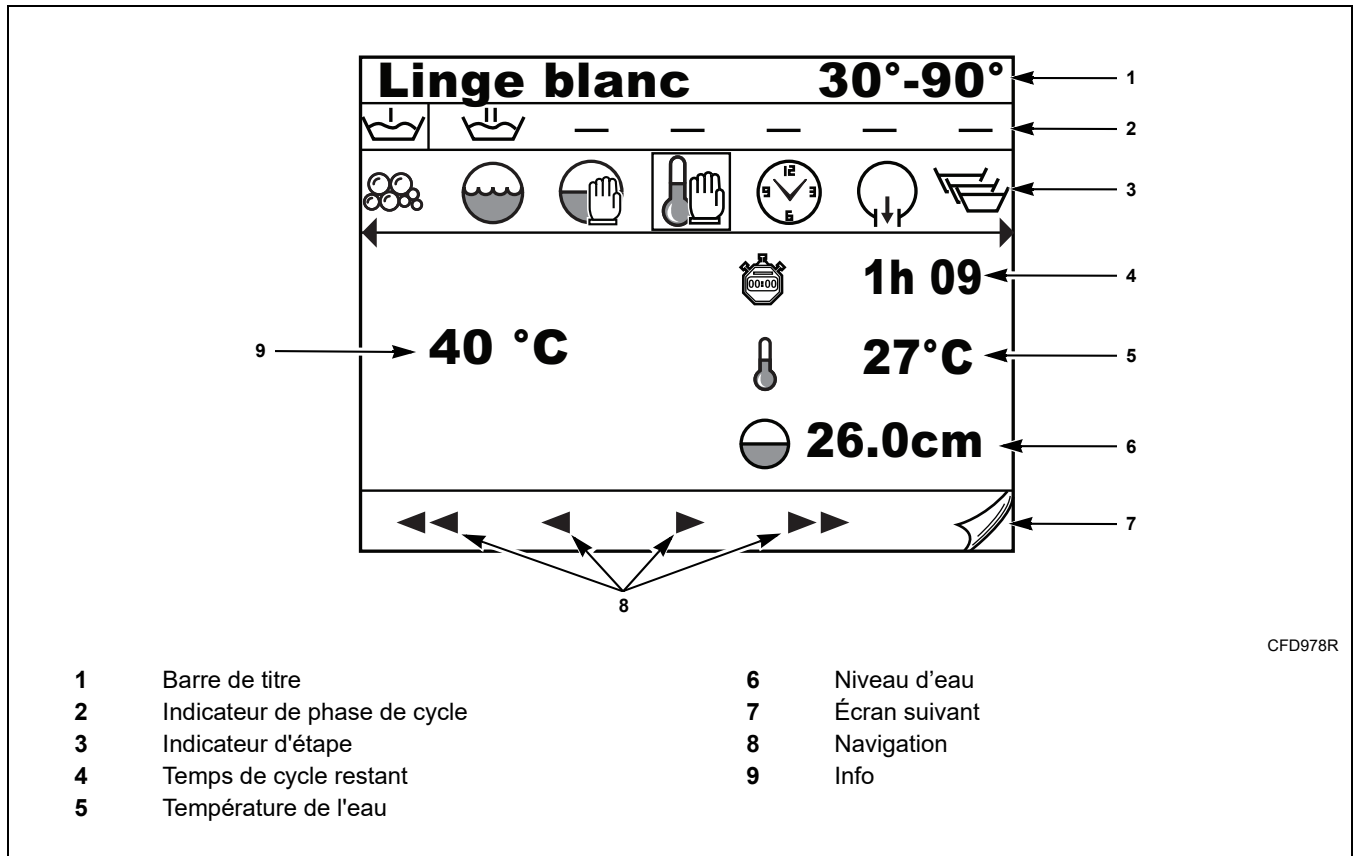

Figure 2
### Barre de titre (se reporter à la Figure 2, élément 1)
### Indicateur de phase de cycle (se reporter à la Figure 2, élément 2)
### Indicateur d'étape (se reporter à la *Figure 2, élément 3*)
### Temps de cycle restant (se reporter à la *Figure 2, élément 4*)
### Température de l'eau (se reporter à la *Figure 2, élément 5*)
### Niveau d'eau (se reporter à la *Figure 2, élément 6*)
### Écran suivant (se reporter à la *Figure 2, élément 7*)
### Suivant – Précédent (se reporter à la *Figure 2, élément 8*)
**Info (se reporter à la Figure 2, élément 9)**